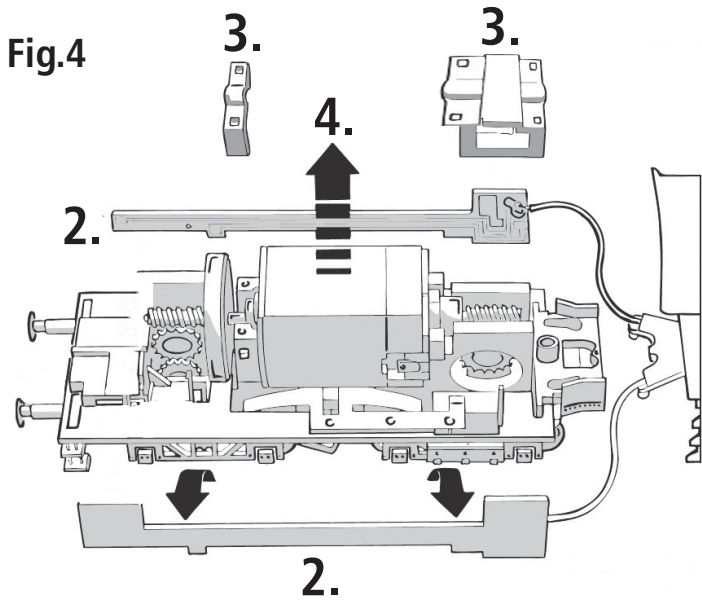

Fig. 9
Schleiferwechsel: Zuerst das Klemmstück abziehen. Danach kann der Schleifer abgenommen werden. Zusammenbau erfolgt in umgekehrter Reihenfolge (Fig. 9).
A.C. pick up: First, remove the clamping piece. Then the grinder can be removed. Reassembly is done in reverse order (fig. 9).
Retirez d'abord la pièce de serrage. Vous pouvez ensuite retirer la meuleuse. Le remontage s'effectue dans l'ordre inverse (fig. 9).